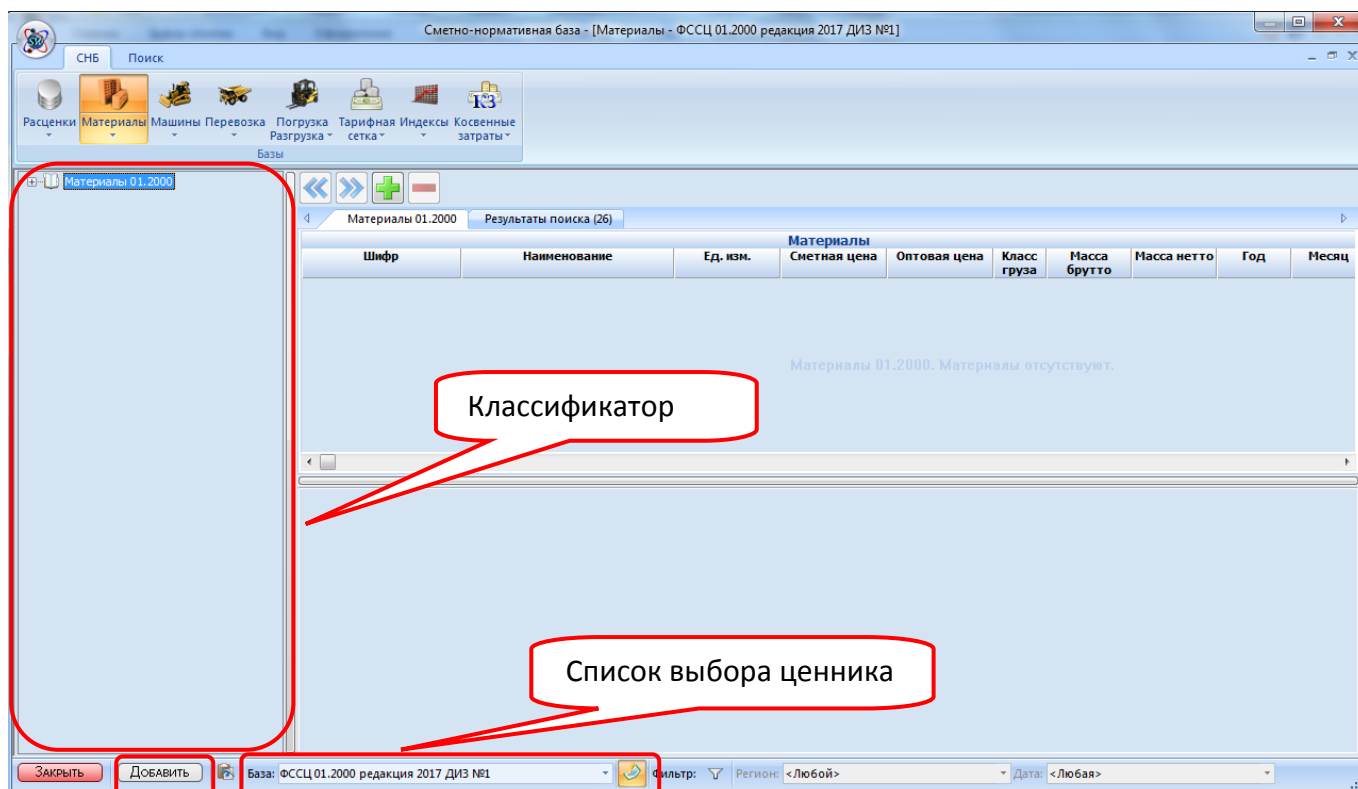

Рис. 4.102 Диалоговое окно Сметно-нормативная база
4. В открывшемся окне *Сметно-нормативная база* (рис. 4.102) выбрать из раскрывающегося списка нужный ценник и нажать на кнопку  для перехода в режим редактирования;